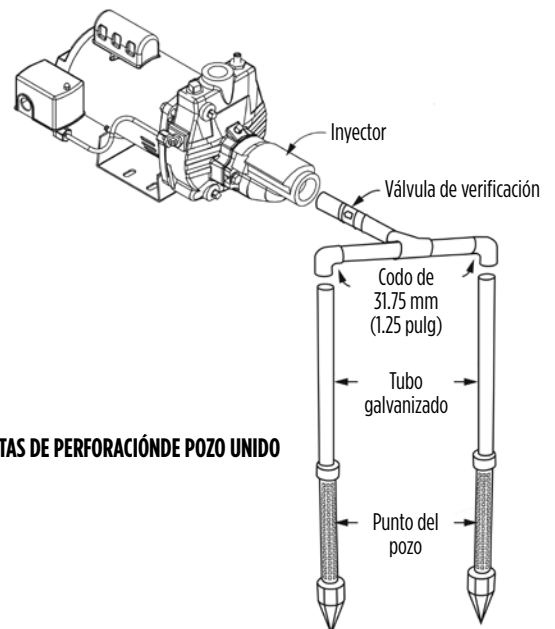

Fig. 8 - LA DOS PUNTAS DE PERFORACIÓN DE POZO UNIDO
4. Introduzca la punta de perforación de pozo en el suelo de acuerdo con las instrucciones provistas con la punta de perforación de pozo. Debe introducirse a una profundidad suficiente de manera que atraviese la formación acuífera debajo del nivel freático pero sin exceder los 7.6 m (25 pies) de profundidad. Una sola punta de perforación de pozo puede no suministrar la cantidad de agua necesaria. A veces es necesario utilizar más de una punta de perforación de pozo para aumentar el suministro de agua. Las dos puntas de perforación de pozo individuales se pueden acoplar mediante la tubería adicional y una junta en cruz. (Ver Fig. 8).